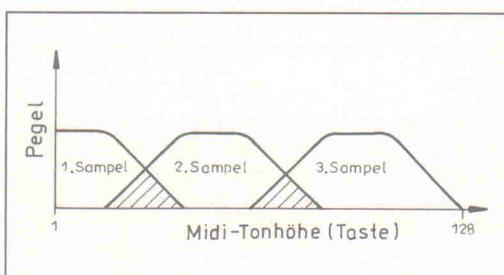

Bild 8. Tonhöhen-Cross-Fade bei Multisamples.
pel (Softsample) und ein lauter Sampel (Hardsampel) aufgenommen werden. Diese beiden Sampel werden je nach Anschlagstärke alternierend abgerufen (Switch) oder ineinander übergeblendet (Crossfade) (Bild 7). Der Crossfade stellt dabei in bestimmten Fällen die optimale Lösung dar, kostet jedoch die doppelte Stimmenzahl, da ja zwei Sampels zur gleichen Zeit gespielt werden müssen. Der einzige Sampler, der hierzu nicht seine Stimmenanzahl halbieren muß, ist der EMAX. Sein sogenannter DUAL-MODE (R) gestattet es, zwei Sampels zur gleichen Zeit bei voller Erhaltung der Stimmenzahl zu spielen. Gleichtes gilt für das sogenannte Positional Crossfading. Hierbei geht es darum, Sampels in Abhängigkeit von ihrer Tonhöhe ineinander zu blenden, um weichere Übergänge bei Multisamples zu erhalten (Don Kosaken - Micky Maus-Effekt) (Bild 8). Auch hier bietet der EMAX volle Acht-Stimmigkeit trotz 'Layering' zweier Sampels.